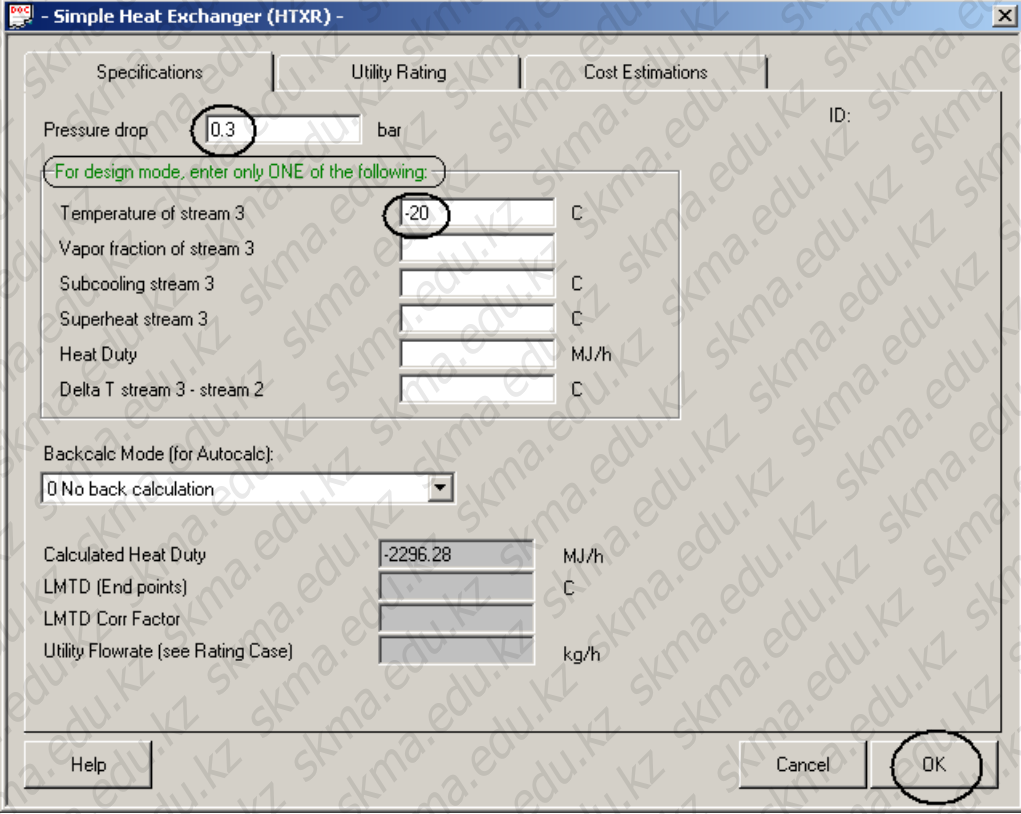

Рис. 2. Настройка теплообменника ID №3.
- Для теплообменника №3. (См. Рис. 2). Выбрать раздел **Specifications** (Спецификации), в поле **Pressure Drop** ввести значение перепада давления, равное **0.3** бар (bar), в поле **Temperature of stream 3** (Температура потока 3) ввести значение **-20.0°C**.